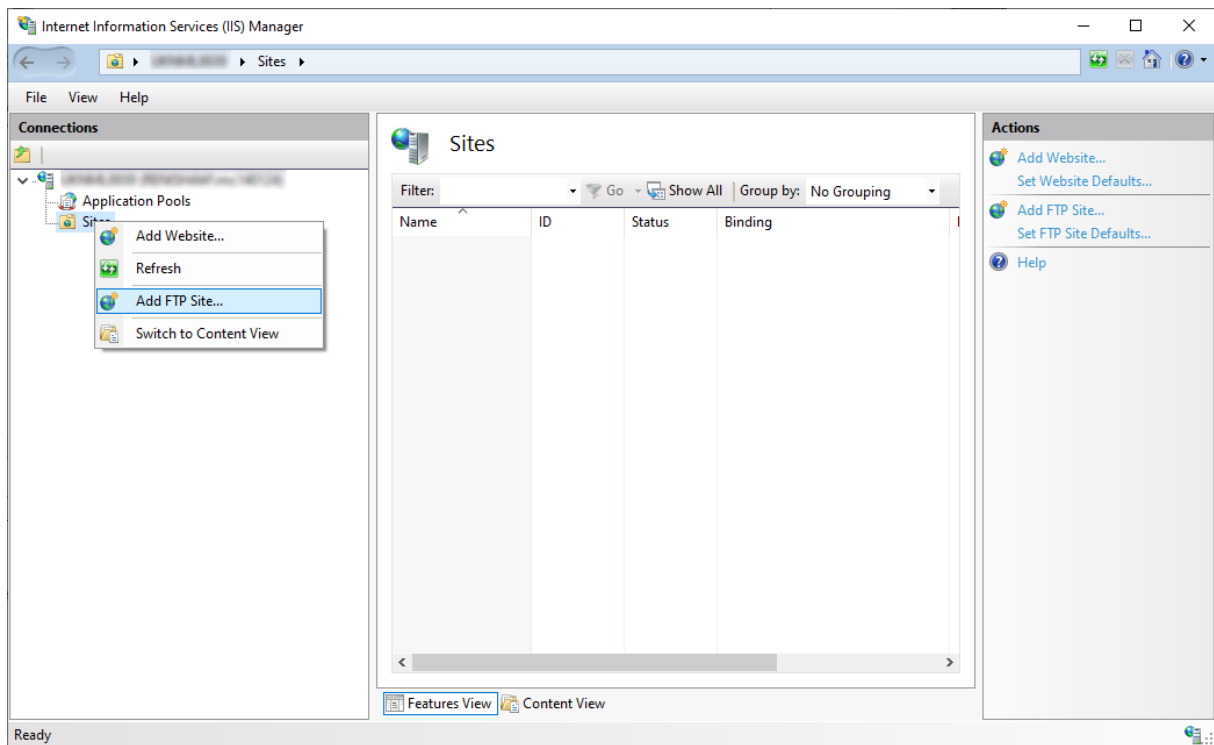
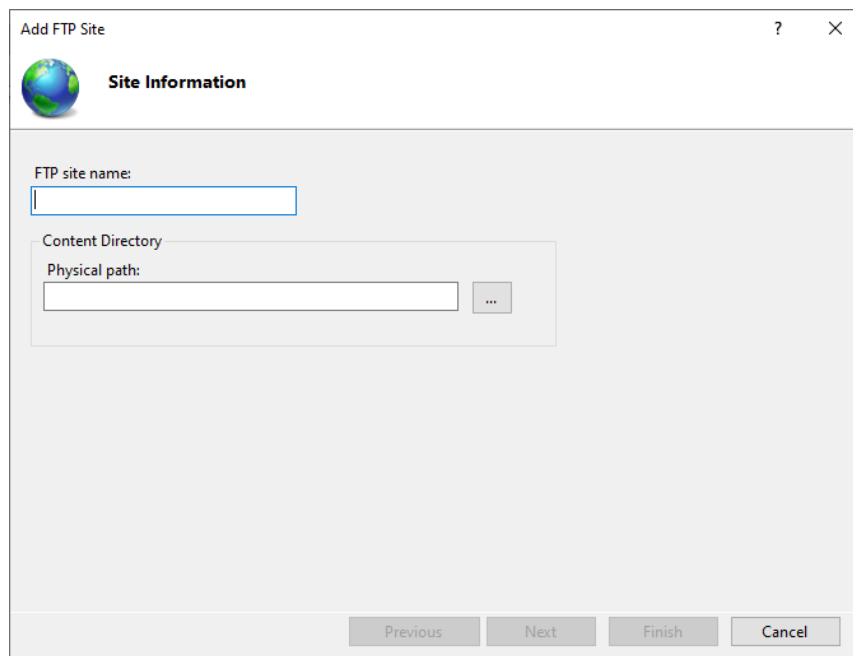

Figure 33 Add FTP site (Ajouter un site FTP)
Figure 34 Add FTP site (Ajouter un site FTP)
3. Supprimez le site Web par défaut et cliquez avec le bouton droit de la souris sur **Add FTP site** (Ajouter un site FTP) (voir la Figure 33 et la Figure 34).